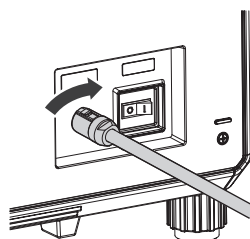

図2
- 2) 電源コードのコネクターを本体側に押し付けながら、時計方向に回しきる（図2）